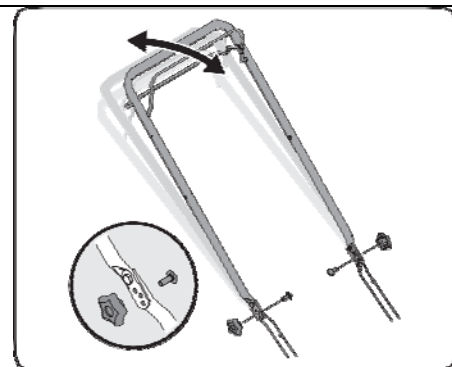

Рис. 11
- Удалите барашки и болты с подголовником от ручки. См. Рисунок 11. .
- Установите ручку в одно из трех положений, удобного для вас. См. Рисунок 11 /вставка/.